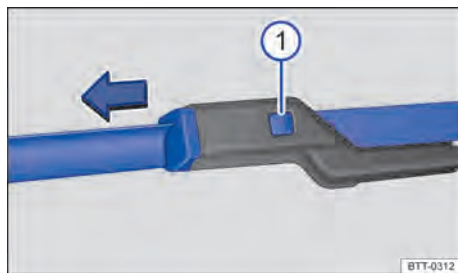

Fig. 179 Substituir as palhetas dos limpadores do para-brisa.
- Manter o botão de destravamento → Fig. 179 ⓘ pressionado e, ao mesmo tempo, puxar a palheta dos limpadores do para-brisa para fora, no sentido da seta.